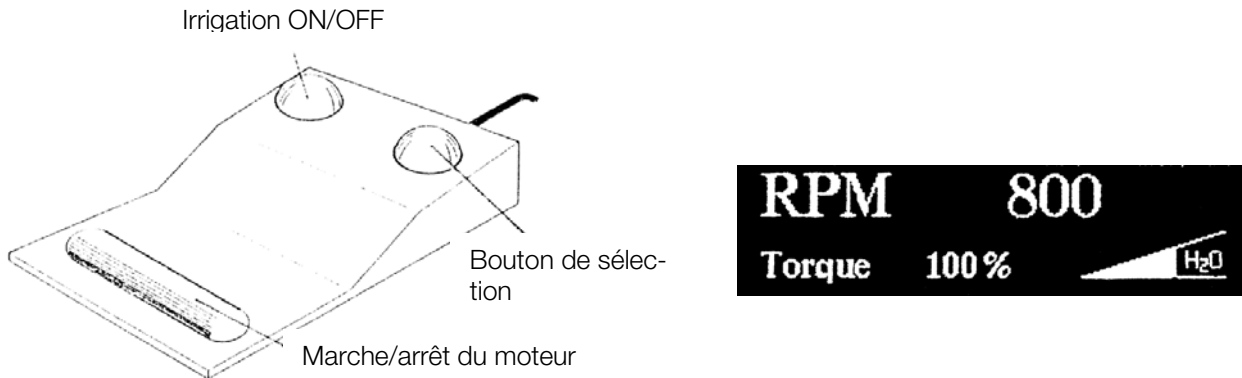

Fig. 13 + 14
4. Entrer dans le programme en appuyant sur le bouton de sélection de la pédale – voir Figure 13. L'écran affiche maintenant les paramètres usine. L'exemple de la Figure 14 montre que la vitesse est de 800 rpm, que le couple est de 100% du maximum et que le débit de l'irrigation est à 50% du maximum.